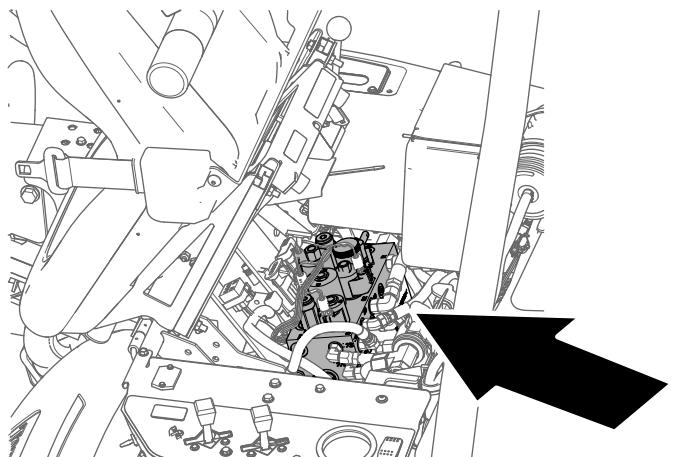

Figura 53
4. Incline o banco do operador para a frente e sustente-o com a barra de apoio (Figura 53).